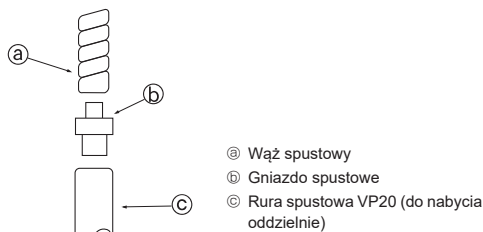
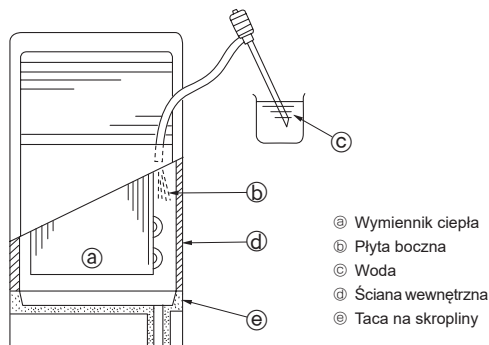

Fig. 5-1
Fig. 5-2
5.1. Montaż rur spustowych (Fig. 5-1)
- Podłączając go do rury VP20, należy użyć dostarczonego gniazda spustowego ⑦. Starannie przymocować gniazdo do rury klejem na bazie polimerów chlorku winylu, aby nie przeciekało.
5.2. Kontrola odpływu (Fig. 5-2)